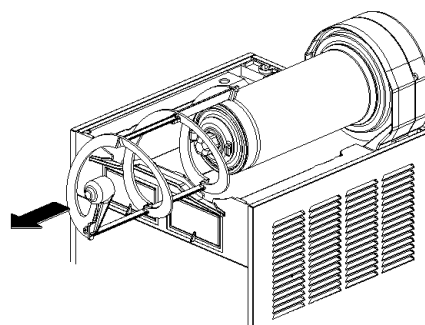
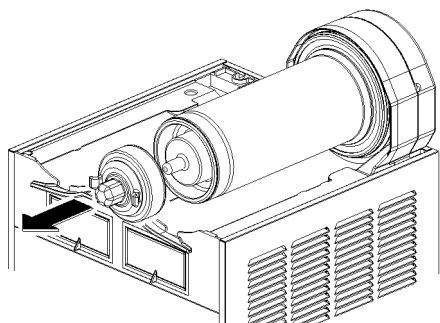

figura 9
figura 10
- 3** Sfilare dall'evaporatore la spirale esterna (vedere figura 9) e successivamente il rotore magnetico esterno (vedere figura 10).